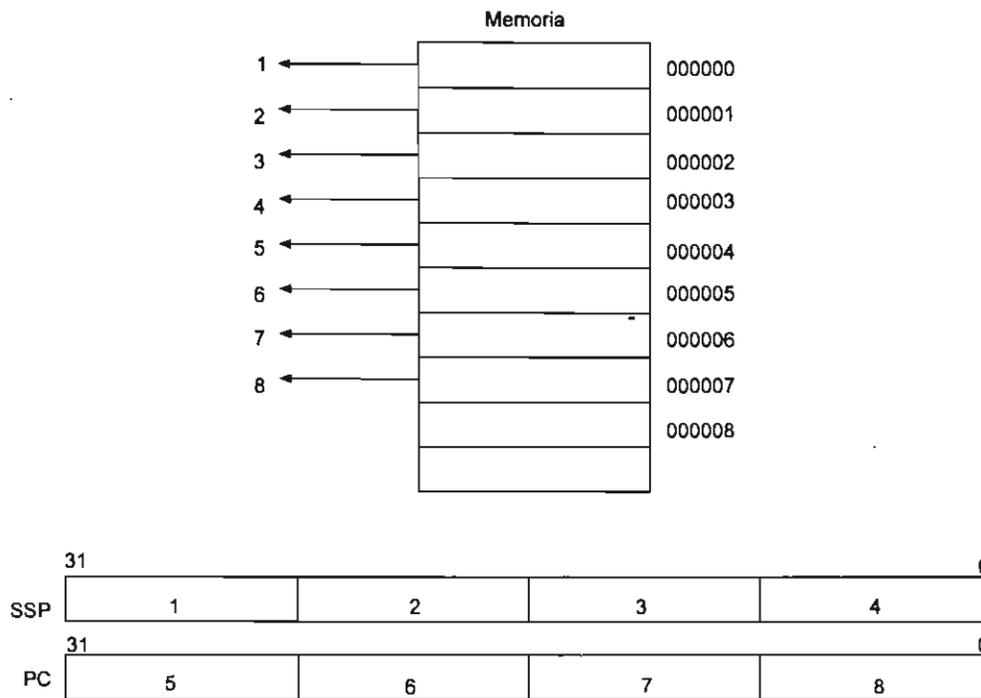

Figura III.20. Acciones después de una operación reset.
1. El MC68000 lee las primeras cuatro palabras de memoria (bytes 000 000-000 007) y carga el contenido de estas localidades de memoria en el *system stack pointer* (SSP) y en el program counter (PC) de acuerdo a la figura III.20.